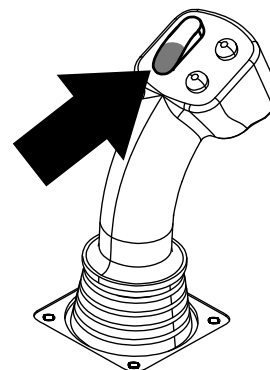
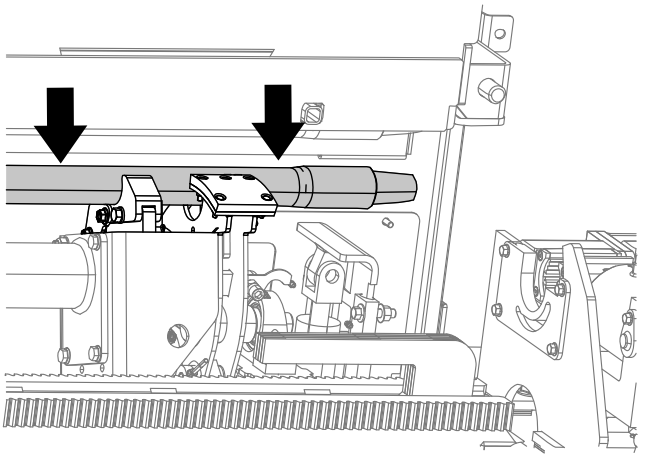

Рисунок 26
Рисунок 27
3. Удерживайте нижнюю часть перекидного переключателя (Рисунок 26) до тех пор, пока кулачковый механизм не повернется к выбранному ряду и труба не опустится в отверстие (Рисунок 27).